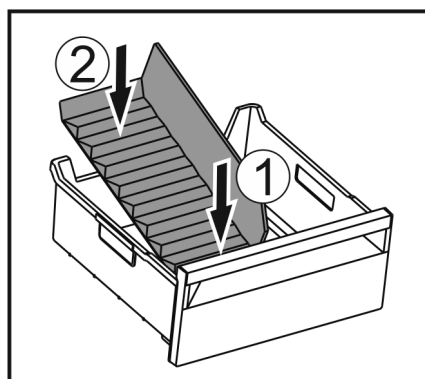

Fig. 168
- Inserire la parte anteriore del divisore dello scomparto del ghiaccio. Fig. 168 (1)
- Abbassare la parte posteriore del divisore dello scomparto del ghiaccio fino al fondo del cassetto. Fig. 168 (2)